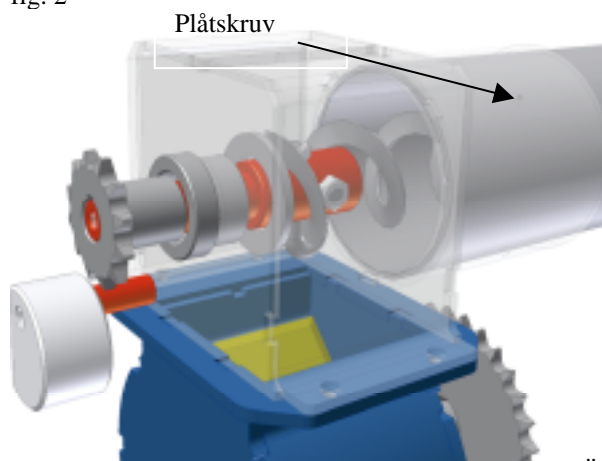

fig. 4
6. Montera röret samt fäst med plåtskruv (se fig. 4). Obs att inmatningshålet för pellets skall vara uppåt.